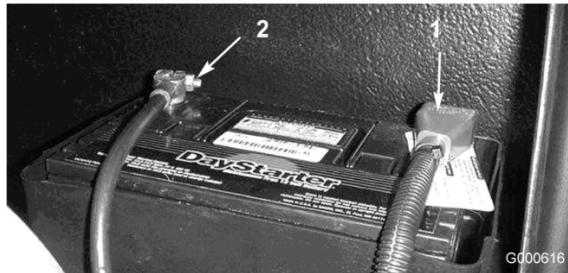

Bild 39
5. Klemmen Sie das Pluskabel (Rot) am Pluspol (+) der Batterie und das Minuskabel (Schwarz) am Minuspol (-) der Batterie an (Bild 39). Befestigen Sie die Kabel mit Kopfschrauben und Muttern an den Polen. Stellen Sie sicher, dass die Plusklemme (+) vollständig auf den Pluspol aufgezogen und das Kabel fest an die Batterie angeklemmt ist. Das Kabel darf die Batterieabdeckung nicht berühren. Ziehen Sie den Gummischuh über den Pluspol, um Kurzschlüsse vorzubeugen.